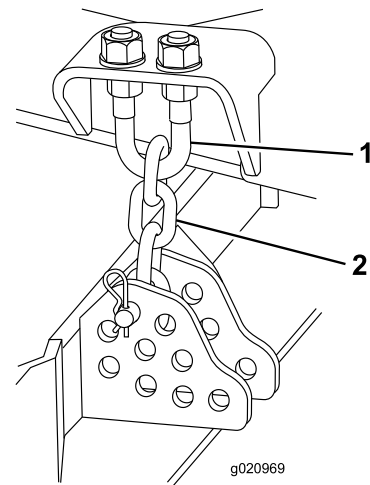

Figura 122
1. Afloje las contratuercas de la parte superior o inferior del perno en U de la cadena de altura de corte (Figura 122).